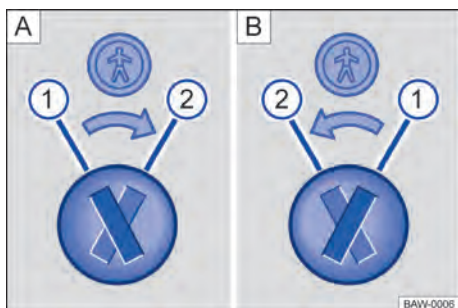

Fig. 38 Trava de segurança para crianças: [A] porta traseira esquerda, [B] porta traseira direita.
Legenda para → Fig. 38:
- Introduzir a haste da chave na ranhura da trava de segurança para crianças para ativar ou desativar → Fig. 38.